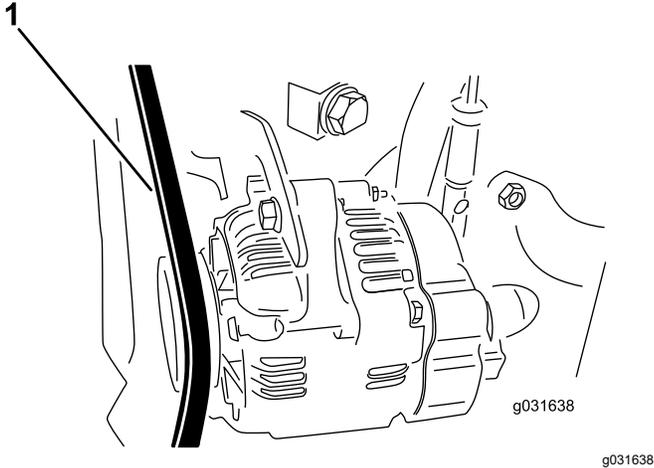

图 61
2. 向交流发动机皮带的两个皮带轮中间位置施加 30N 的力量 图 61。